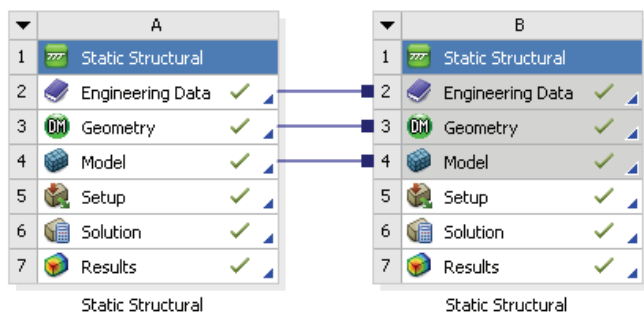

图 6-49 项目管理区中的分析项目
1) 单击 Mechanical 界面右上角的“关闭”按钮，退出 Mechanical 返回到 Workbench 主界面。此时主界面项目管理区中显示的分析项目均已完成，如图 6-49 所示。